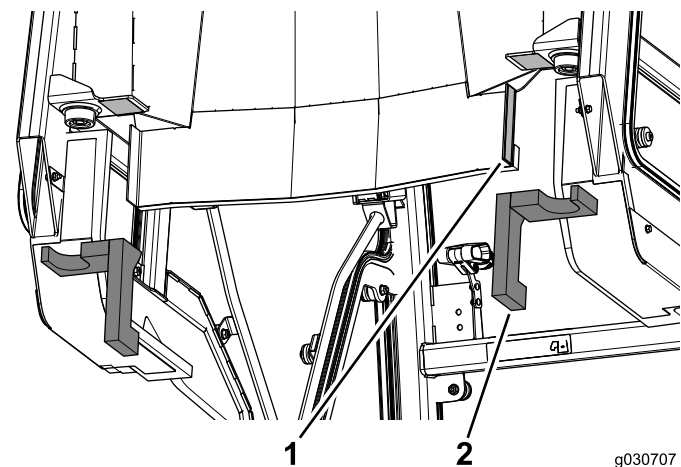

图14
1. 拆下驾驶室装置后面双面胶带上的纸基（图14）。
2. 将侧后泡沫密封条粘贴到驾驶室装置上（图14）。